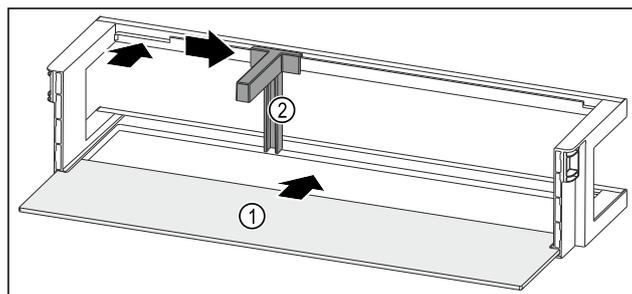

Fig. 51 Дверная полка со съёмной полкой
- ▶ Вдвиньте съёмную полку Fig. 51 (1) в боковые пазы.
- ▶ Установите держатель для бутылок Fig. 51 (2) в выемку.
- ▶ Сместите держатель для бутылок Fig. 51 (2) в нужное положение в сторону.